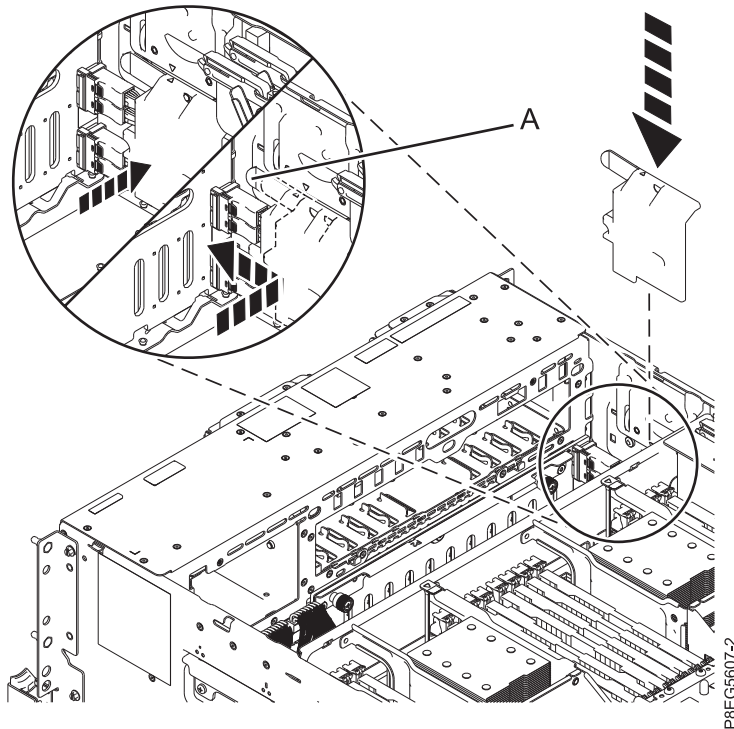

Figura 9. Cómo volver a colocar la cubierta del cable SAS
17. Vuelva a colocar la cubierta del cable SAS. Coloque las ranuras de la cubierta en las patillas del lado del chasis. El símbolo de triángulo en la cubierta del cable SAS se alinea con el símbolo de triángulo en la parte lateral del chasis cuando las ranuras de la cubierta y las patillas se alinean correctamente. Empuje la cubierta hacia la parte frontal del sistema hasta que el asa (A) encaje en su sitio. Consulte la Figura 9 en la página 10.